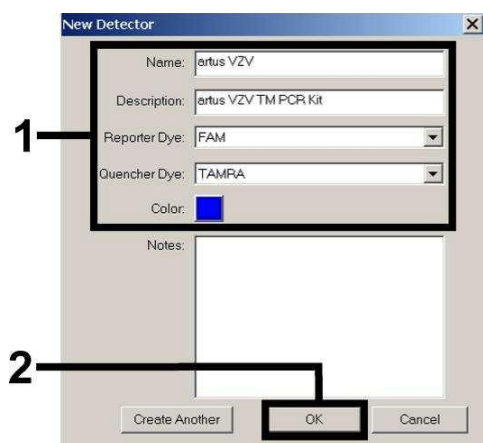
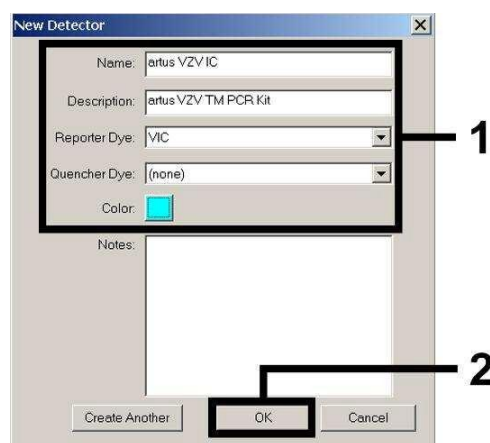
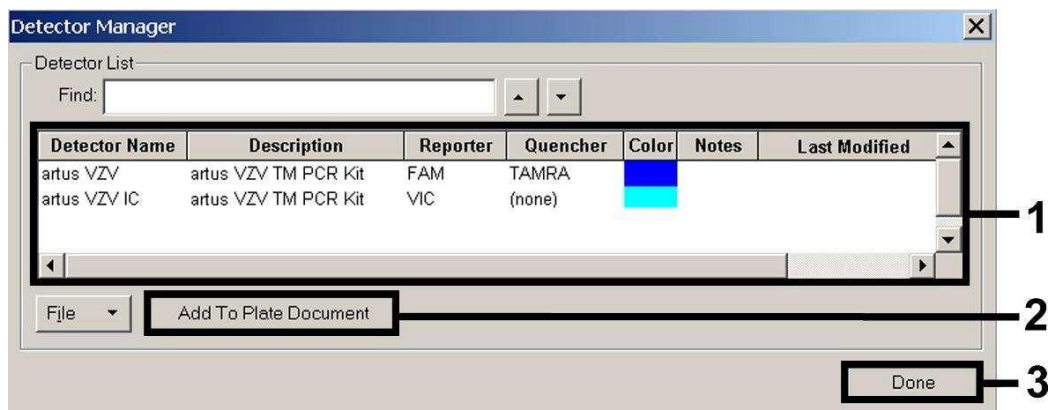

Fig. 4: Framtagning av VZV-specifik detektor (*Detector Manager*).
Fig. 5: Framtagning av IC-specifik detektor (*Detector Manager*).
Fig. 6: Val av detektorer (*Detector Manager*).
I det fönster som nu visas definierar du (motsvarande Fig. 4 och Fig. 5) för detektion av VZV-DNA Reporter/Quencher-kombinationen **FAM/TAMRA**, för detektion av *Internkontroll* väljer du kombinationen **VIC/none**. Genom att bekräfta uppgifterna (OK) kommer du tillbaka till *Detector Manager*. Markera de framtagna detektorerna och för över varje val till *Well Inspector* (se Fig. 6) genom att klicka på alternativet *Add to Plate Document*. Stäng fönstret (*Done*).